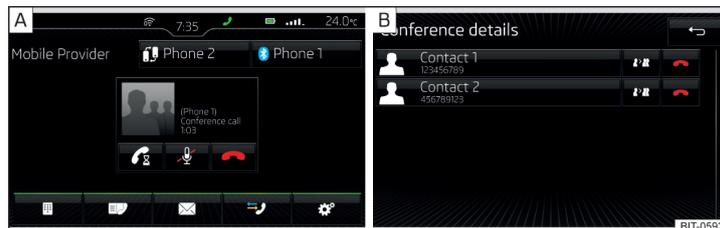

Abb. 190 Konferenz / Konferenzdetails
- ▶ Während der laufenden Konferenz die Funktionsfläche ☎ antippen » Abb. 190 - A.
» Abb. 190 - [B].